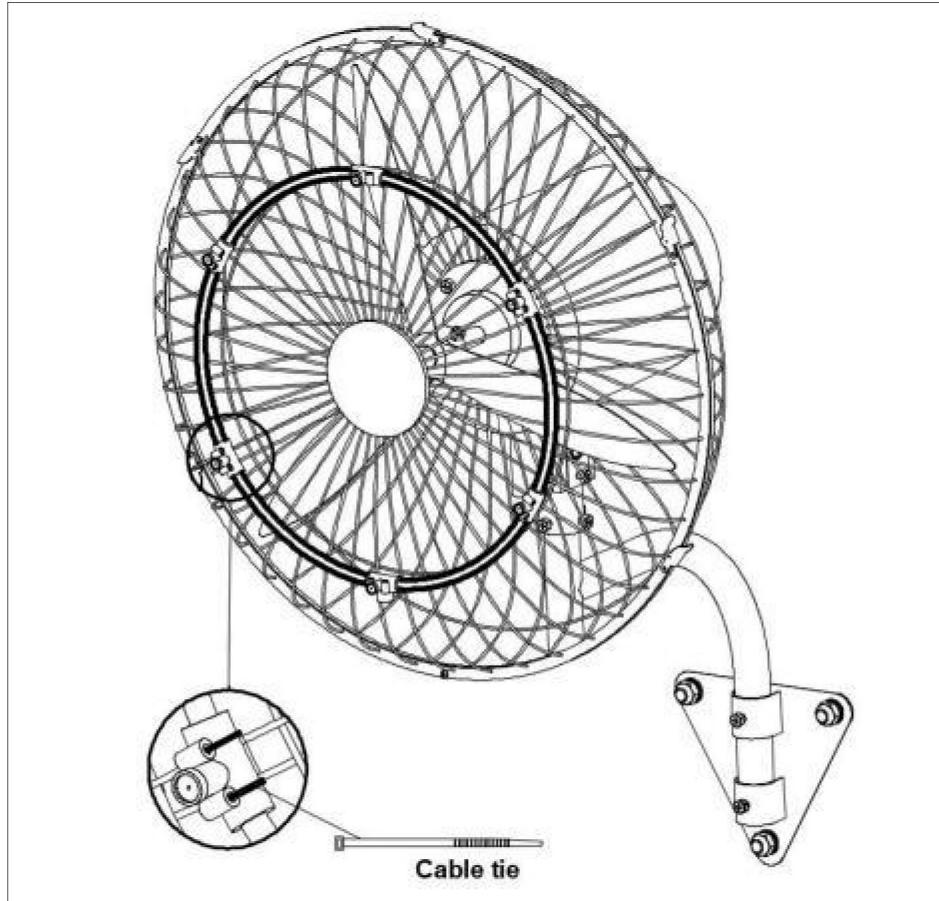

Fig.10.
- 1). Instale el tubo rociador en la cubierta de la rejilla delantera y fíjelo con un cable corbata.Ver la (Fig.10.)